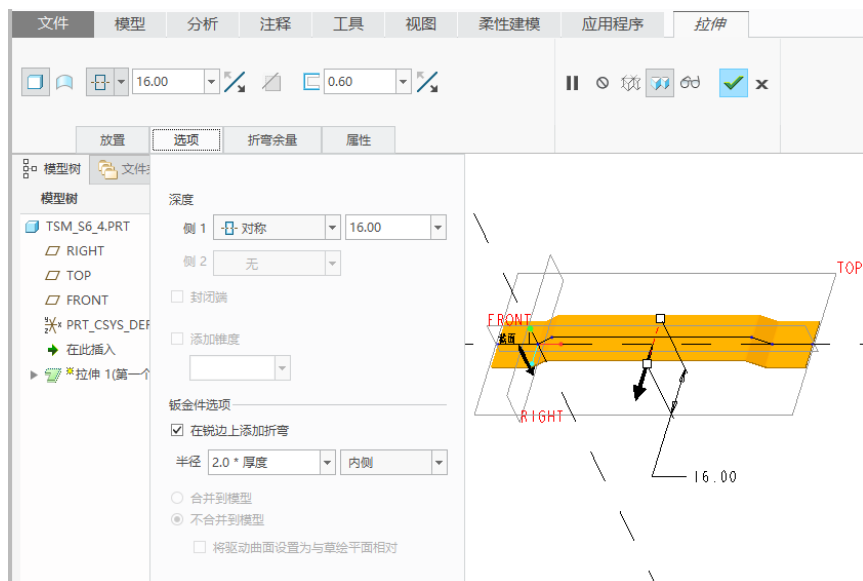

图 6-153 设置钣金件选项
(4) 在“拉伸”选项卡上, 输入壁的厚度值为“0.6”, 输入拉伸深度值为“16”, 从深度选项列表框中选择“ (对称)”选项。
(5) 从“拉伸”选项卡中打开“选项”面板, 在“钣金件选项”选项组中勾选“在锐边上添加折弯”复选框, 并在“半径”框中选择“2.0 * 厚度”选项, 设置标注折弯的方式选项为“内侧”, 如图 6-153 所示。